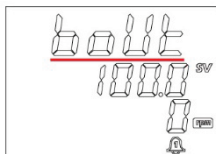

Рисунок 20
- 9.1.1. Признаки: нагрев прекращается, подаётся звуковой сигнал, на дисплее появляется надпись boUt, в нижней части дисплея отображается символ тревоги 1 (Рисунок 20).